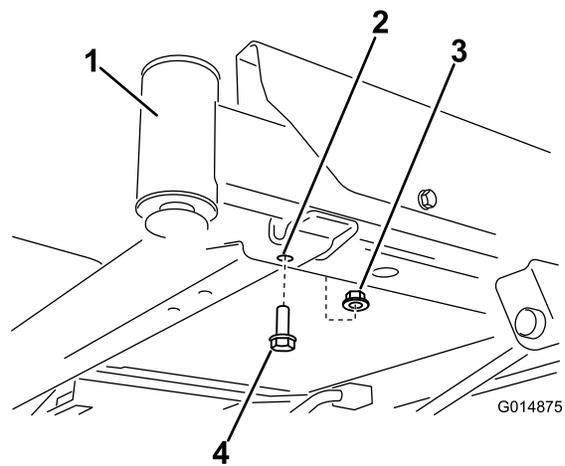
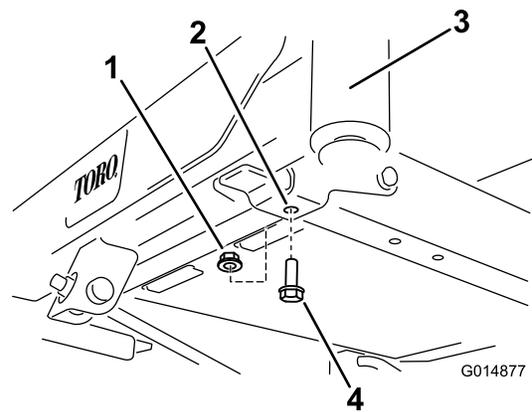

Figure 3
Figure 4
1. Localisez les boulons avant sur le dessous du cadre (Figure 3 et Figure 4). Retirez les deux boulons (3/8 x 1 po) et les deux contre-écrous (3/8 po). Conservez les contre-écrous.